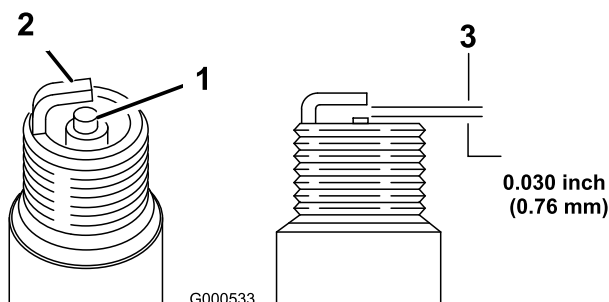

図 18
5. 電極間のすき間を 0.76 mm に調整する (図 18)。